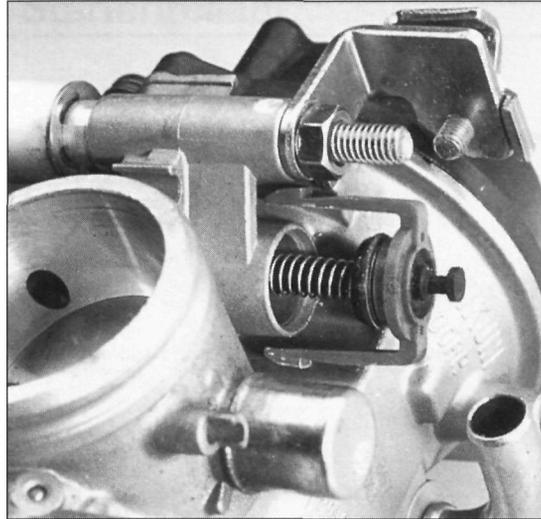

Bild 65
- Chokeykolben ausclippen (Bild 65).